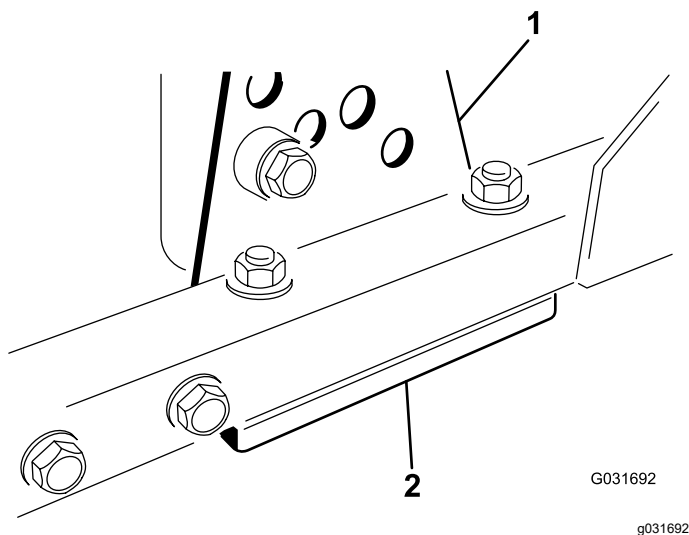

Figura 100
1. Retire el soporte de altura de corte (delantero, izquierdo o derecho) del bastidor de la carcasa (Figura 100).
2. Coloque suplementos de 1,5 mm y/o 0,7 mm entre el bastidor de la carcasa y el soporte hasta lograr el ajuste de altura deseado (Figura 100).